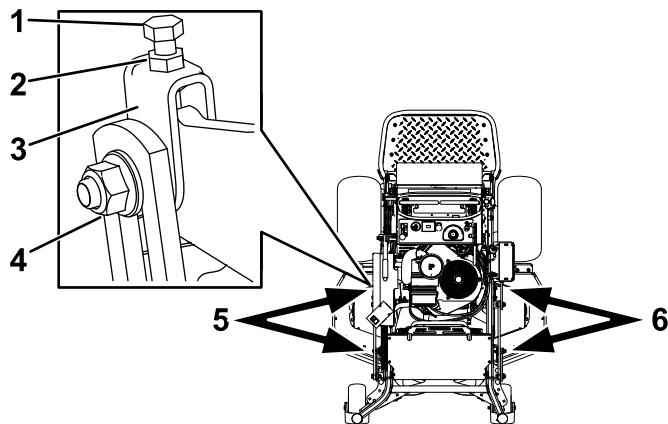

Рисунок 94
1. Ослабьте затяжку боковой гайки и контргайки в вилках, которые вы хотите отрегулировать (Рисунок 94).
2. Для регулировки высоты деки газонокосилки поверните верхние болты вилок (Рисунок 94).